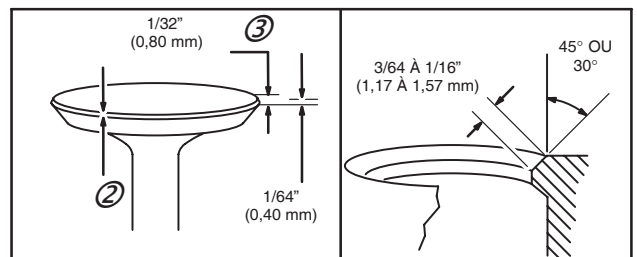

Fig. 8
La largeur de la portée doit être de 1,17 à 1,57 mm, Fig. 8. Si la portée est plus importante, fraiser avec un angle différent pour réduire la portée. Si la soupape ou le siège sont brûlés, ils doivent être changés. Remplacer la soupape si le cordon (3) est abîmé ou inférieur à 0,4 mm (2). Usure admissible, Fig. 8.